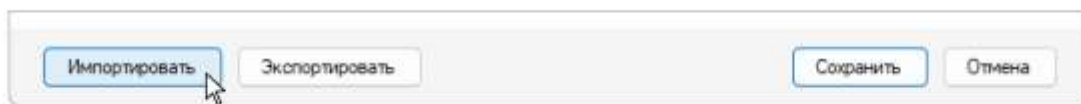

Рисунок 7.3.1
2. В окне **Параметры средства поражения** вызвать стандартное окно обозревателя файлов и папок нажатием кнопки **Импортировать** (см. Рис. 7.3.1).